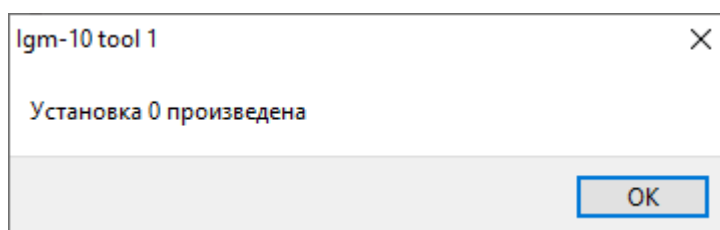

Рисунок 14 – Информационное окно установки нуля
- 4) При подтверждении установки нуля на экране появится информационное окно (рисунок 14). Для возвращения к работе с программой нажать «ОК».